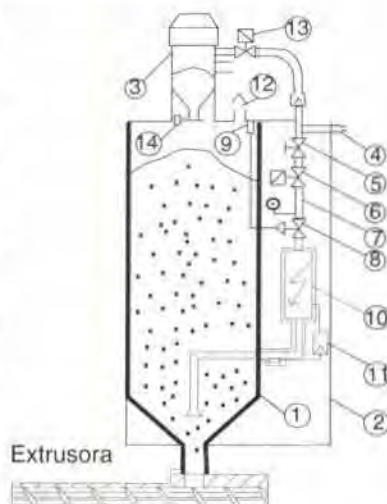

Figura 3. Secador de resina ERD modelo pequeño
Los secadores ERD (Figura 3) se encuentran contruidos de una tolva aislada hecha en acero (1), una cubierta de aluminio (2) y, si se desea, de una unidad con autolimpieza para la carga de la tolva. Pueden incorporarse agujeros de cualquier diseño en la tapa del secador para tener entradas adicionales, siendo innecesarios para los secadores que trabajan con cargas pequeñas. En el sistema se encuentran incorporados todos los equipos necesarios para un secado efectivo, a excepción del secador de aire.